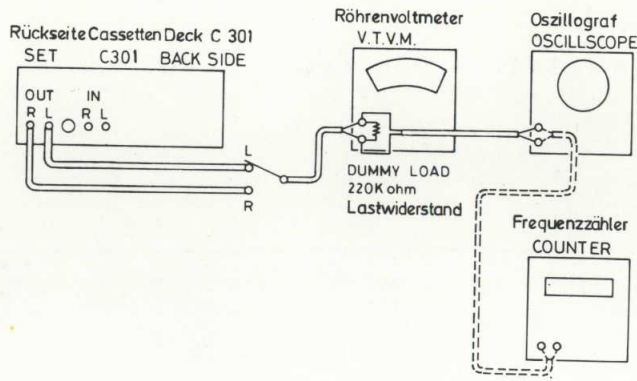

Bild 2
- 1.1 Anschlüsse gemäß Bild 2 herstellen
- 2.1 Digital Frequenzanzeiger gemäß Bild 2 anschließen ( punktierte Linie ).
## 3.1 Verbindungen, wie in Bild 2 gezeigt, herstellen
## 4.1 Verbindungen wie in Bild 2 herstellen.